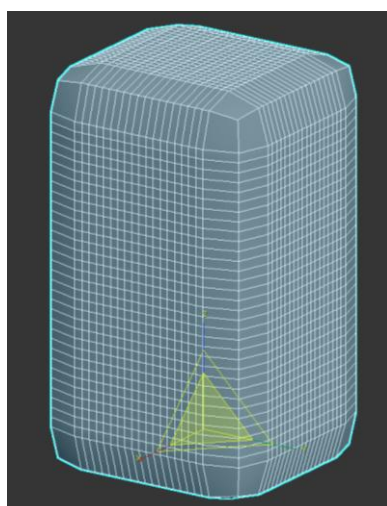

Рисунок 87 - Модификация объекта с помощью модификатора Выталкивание
- Модификатор **Выталкивание (Push)** выталкивает поверхности объекта в направлении нормалей полигонов создавая эффект разбухания объекта (рис. 87)